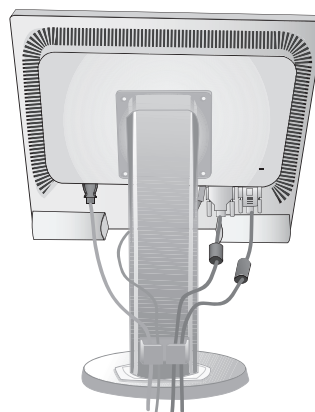
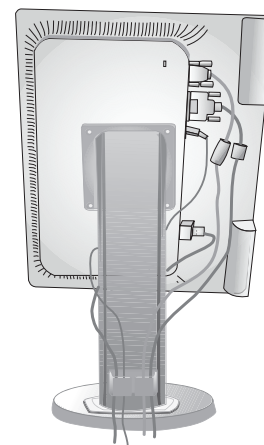

Abbildung B.2
Abbildung B.3
5. Führen Sie das Videosignalkabel, das Audiokabel und das Netzkabel durch die Aussparungen im Monitorfuß, wie in **Abbildung B.2/Abbildung B.3** dargestellt.